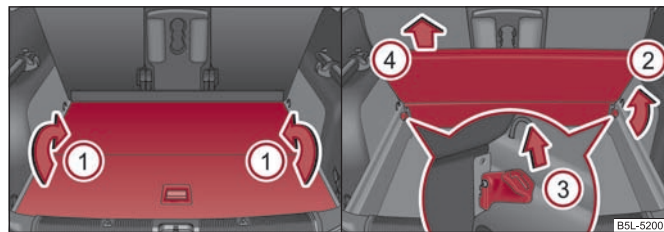

Fig. 81 Maletero: plegar el piso de carga variable / retirar el piso de carga variable
- Moviendo en un sentido de la flecha **(1)** se abate el piso de carga ⇒ fig. 81.
- Levante el suelo en el sentido de la flecha **(2)** ⇒ fig. 81.
- Tire de las palancas de seguridad por ambos lados en la dirección de la flecha **(3)** ⇒ fig. 81.